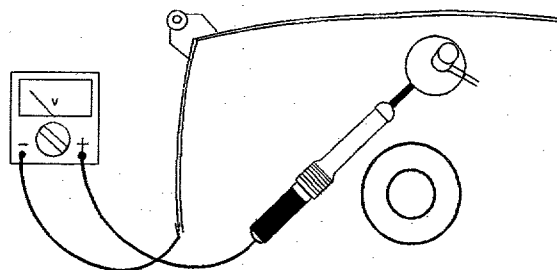

Fig. 3.1
2. Para no dañar los circuitos impresos y transistores hay que evitar toda descarga disruptiva de la alta tensión. Siga el método indicado en la Fig. 3.1 para descargar el tubo de imagen, con lo cual evitará dañar éste. Utilice para ello una sonda de alta tensión y un medidor universal (posición DC-V). La descarga debe seguir hasta que la lectura del medidor sea OV (después de unos 30s).